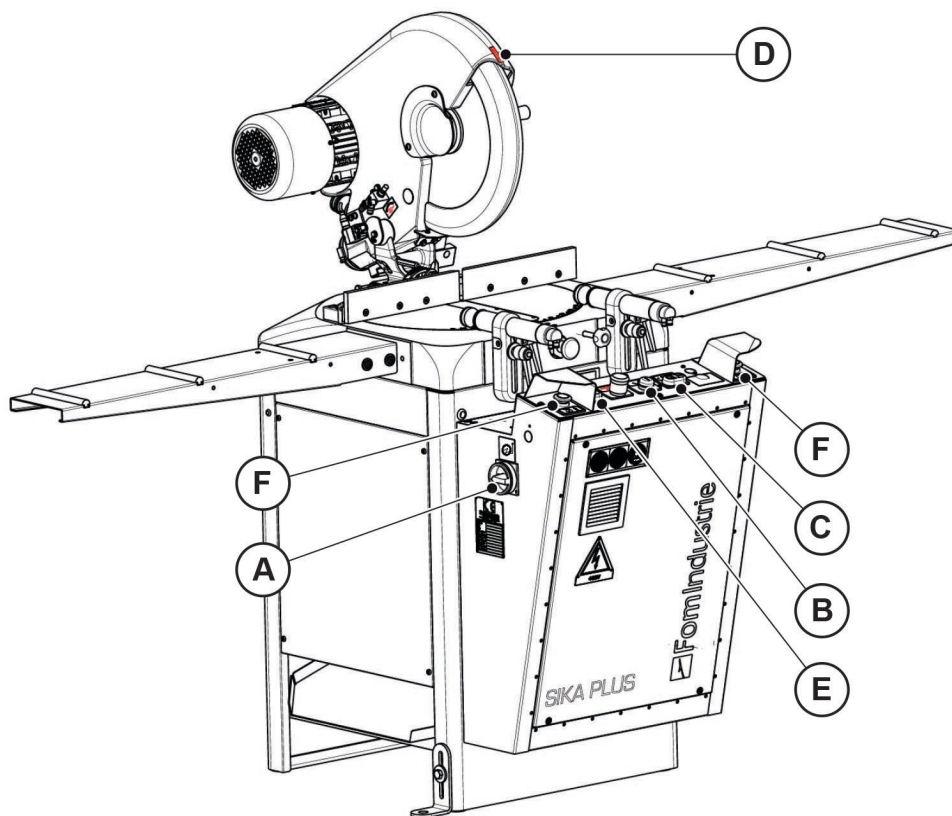

Fig. 08-01
- 1 Ruotare l'interruttore generale "A" (Fig. 08-01) in posizione "I".
- 2 Abilitare la macchina al lavoro premendo il pulsante luminoso "B" (Fig. 08-01) (pulsante a luce bianca).
Prima di qualsiasi operazione verificare l'esatto senso di rotazione della lama premendo il pulsante verde "C" (Fig. 08-01) per l'avviamento motore, subito dopo premere il pulsante rosso "C" per l'arresto motore. Se, durante la fase di arresto della lama, si riscontrasse che la lama gira in senso contrario, è necessario invertire il collegamento di due delle tre fasi elettriche di alimentazione della **SIKA PLUS A**.
L'esatto senso di rotazione della lama si può anche verificare osservando l'apposita targhetta a freccia dritta applicata sul carter della testa "D" (Fig. 08-01).
- 3 Posizionare il profilato sul piano di lavoro ed effettuare il bloccaggio tramite le morse orizzontali premendo il pulsante bianco "E" (Fig. 08-01).
- 4 Premere il pulsante verde "C" per avviare il motore; quindi, premendo contemporaneamente i pulsanti "F" (**Fig. 08-01**) si comanda la discesa della lama per l'esecuzione del taglio.